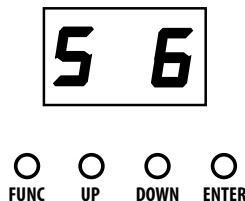

Fig.6
- Premere il tasto FUNC fino a quando sul display non appare la scritta lampeggiante [5 6] (fig.6).